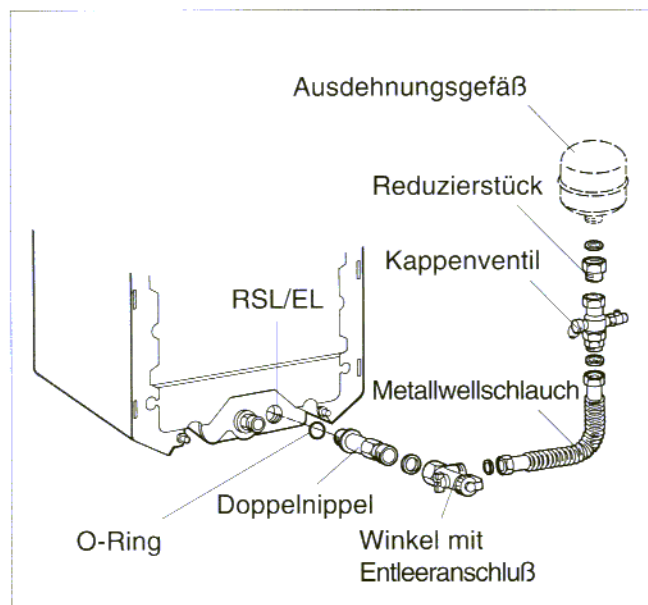

Abb. 1 Ausdehnungs- u. Entleerungs-Set am G115
- O-Ring in Doppelnippel einlegen (Abb. 1).
- Doppelnippel in den Sicherheitsrücklaufanschluß (RSL/EL) des Heizkessels G115 eindrehen (Abb. 1).
- Flachdichtung in die Verschraubung des Winkels mit Entleeranschluß einlegen und auf den Doppelnippel schrauben (Abb. 1).
- Flachdichtung in eine der Verschraubungen am Metallwellschlauch einlegen und den Metallwellschlauch auf den seitlichen Abgang des Winkels mit Entleeranschluß aufschrauben (Abb. 1).
- Flachdichtung in das Reduzierstück einlegen und das Reduzierstück G1 AG - G  $\frac{3}{4}$  IG auf den Abgang des Ausdehnungsgefäßes aufschrauben (Abb. 1).
- Kappenventil, mit Entleerungs- und Absperrvorrichtung, auf das Reduzierstück G1 AG - G  $\frac{3}{4}$  IG aufschrauben (Abb. 1).
- Flachdichtung in die Verschraubung des Metallwellschlauches einlegen und mit Metallwellschlauch mit dem Kappenventil verschrauben (Abb. 1).